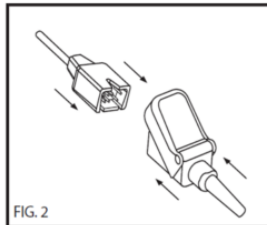

FIG. 2
- (1) Fig. 2를 참고하여 센서 커넥터를 환자 케이블 커넥터에 완전히 삽입한다.